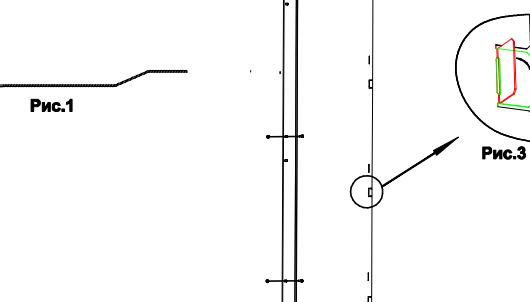

Рис.3
2. На левой стенке отогнуть язычки (5шт) на 90 градусов в сторону головок болтов, а на правой стенке отогнуть на 90 градусов в противоположную сторону. (Смотри Рис.3 и 4)